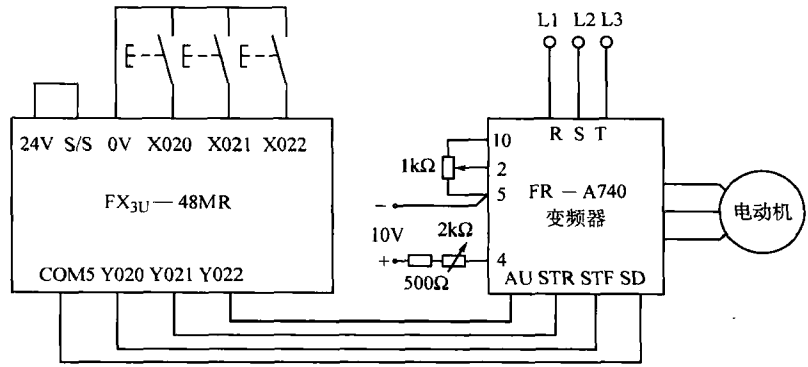

图 8-16 变频器电流电压控制接线图
(1) 控制要求 按正转起动按钮，变频器正转，并由端子 2(电压)设定的频率运行；按反转起动按钮，变频器反转，并由端子 4(电流)设定的频率运行；按停止按钮，变频器停止运行。
(2) I/O 分配及接线图 X020：正转起动；X021：反转起动；X022：停止；Y020：STF；Y021：STR；Y022：AU。接线图如图 8-16 所示。